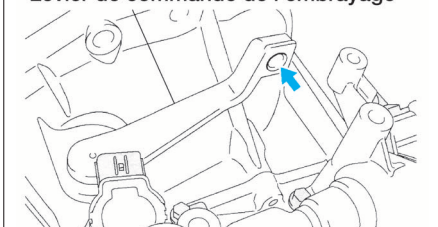

FIG. 11
- Mettre de la graisse sur la surface d'appui du levier de commande d'embrayage (fig. 11).